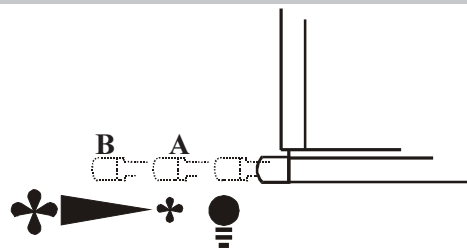

Fig 1.
Emhætten reguleres med udtræksskærmen (Fig. 1). Når skærmen er i position (A) tænder belysningen. Når skærmen er i position (B) starter emhætten på lav hastighed. Hastigheden øges jo længere skærmen trækkes ud.